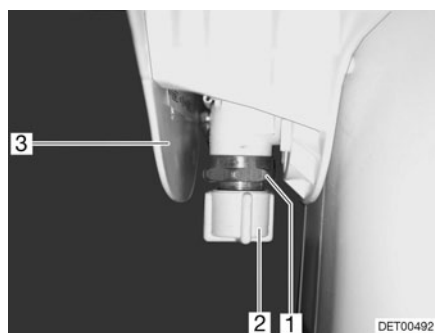

Fig. 222 Vanne toilette à aspiration
- Retirer le couvercle (Fig. 222,3).
- Dévisser le capuchon de fermeture (Fig. 222,2).
- Placer un récipient approprié sous la vanne (Fig. 222,1).